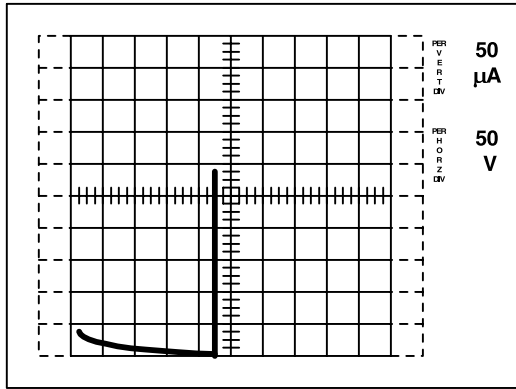

Рис.2. Форма сигналов напряжения пробоя сток-исток ( $BV_{DSS}$ )
9. Подключите прибор с помощью ключа LEFT/RIGHT. Увеличивайте напряжение питания коллектора с помощью ручки VARIABLE COLLECTOR SUPPLY до тех пор, пока ток, указываемый кривой на экране, не достигнет 250 мкА. (См. рис.2). Считайте значение  $BV_{DSS}$  с экрана.